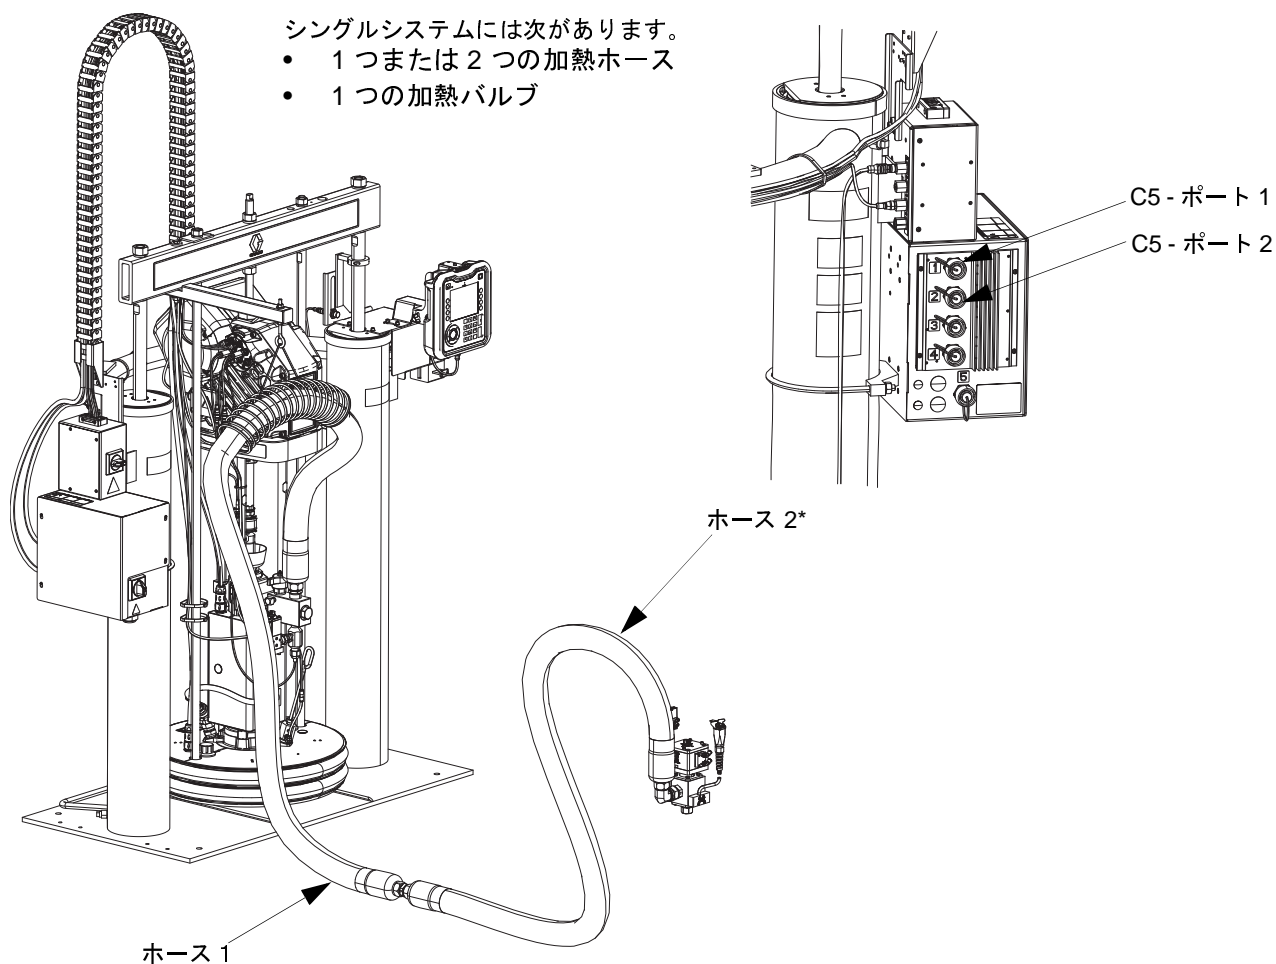

図 25
- 加熱バルブ - ホース 2 からアキシャルディスペンサバルブ (B) への矩形電気接続。図 25 を参照してください。